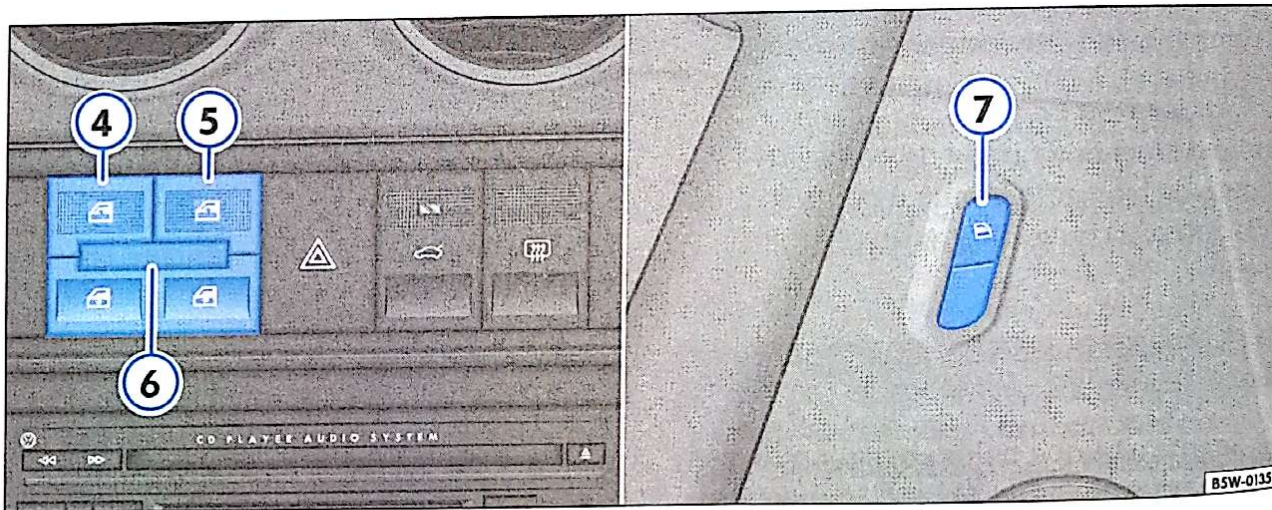

Fig. 56 Detalhe dos interruptores de acionamento elétrico dos vidros traseiros no painel de instrumentos e nas portas traseiras
- Mantenha a parte inferior da tecla pressionada ⇒ Página 70, fig. 56  ④ e/ou ⑤ para abrir a janela até a posição desejada.
- Mantenha a parte superior da tecla pressionada  ④ e/ou ⑤ para fechar a janela ⇒  até a posição desejada.
- Pressione a tecla ⇒ Página 70, fig. 56 ⑦ na sua parte inferior, para abrir a janela até a posição desejada.
Com o interruptor de segurança ⇒ Página 70, fig. 56 ⑥ acionado (encaixado), a tecla nas portas traseiras não pode comandar o acionamento do vidro.
Se o interruptor de segurança ⇒ Página 70, fig. 56 ⑥ for desacionado (desencaixado), a tecla das portas traseiras pode comandar o acionamento do vidro.
– Acione com um simples toque a parte superior da tecla ⇒ Página 70, fig. 56 ④, ⑤ ou ⑦. A janela fecha-se totalmente.
– Acione com um simples toque a parte inferior da tecla ⇒ Página 70, fig. 56 ④, ⑤ ou ⑦. A janela abre-se totalmente.